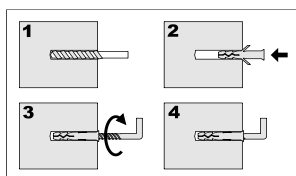

Рис. 2
6.6.5 Навесить зеркало на крючки. См. рисунок 2.